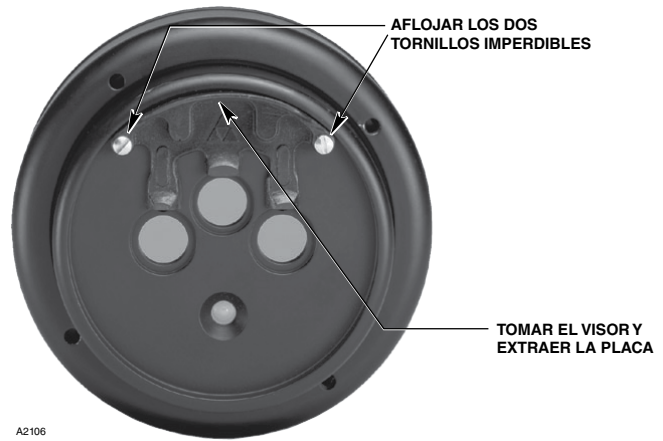

Figura 17: Extracción de la placa **oi**
2. Afloje los dos tornillos imperdibles, tome la placa **oi** por la parte del visor y extráigala del detector. Consulte la figura 17.